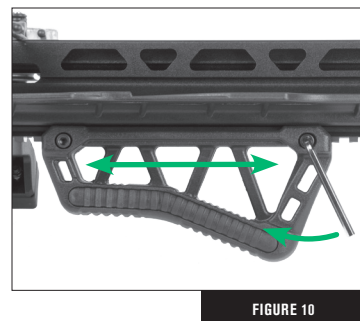

FIGURE 10
**Pour ajuster le garde-main** (partie 9), desserrez les deux vis du garde-main qui se trouvent du côté gauche de l'arbalète, comme illustré à la figure 10. Une fois les vis desserrées, vous pouvez faire glisser le garde-main vers l'avant ou vers l'arrière le long du rail Picatinny inférieur. Une fois l'ajustement terminé, serrez les vis pour le verrouiller en place.